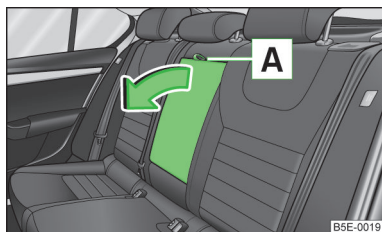

Fig. 51
► Trageți de curelușa **A** » fig. 51 și rabatați în față cotiera, în sensul săgeții.